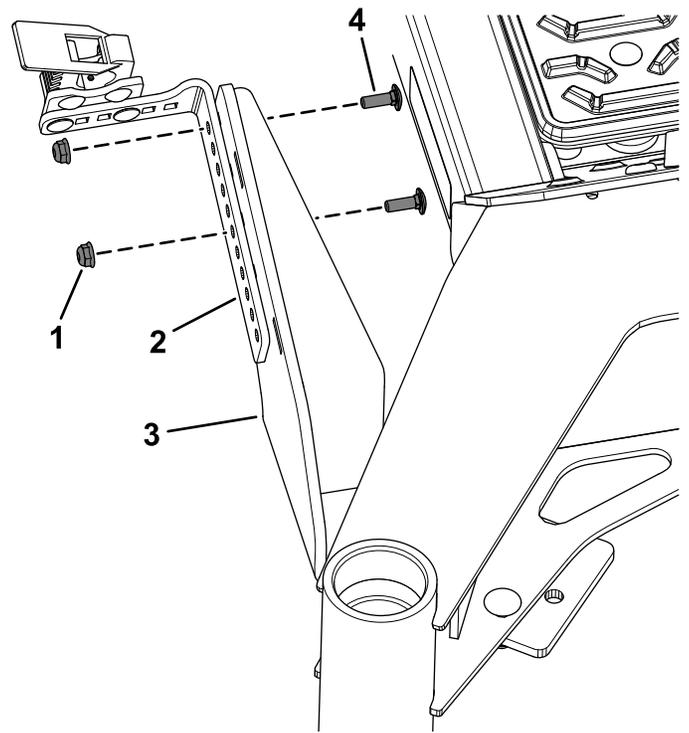

Figura 8
2. Prenda o suporte de montagem do aparador ao conjunto da montagem inferior do aparador utilizando dois parafusos de carroçaria (¼ pol. x ¾ pol.) e duas porcas flangeadas (¼ pol.), como se mostra na Figura 8.